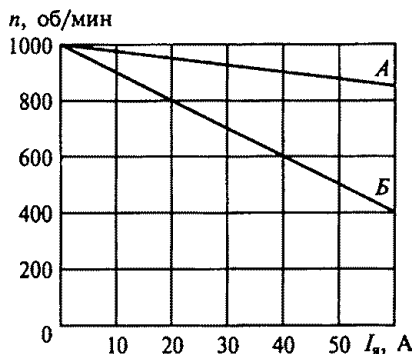

Рис. 250
10.55.Р. При каком добавочном сопротивлении R_d , включенном в цепь якоря, двигатель постоянного тока с параллельным возбуждением будет иметь реостатную характеристику вида B , показанную на рис. 250, если сопротивление обмотки якоря $R_a = 0,2$ Ом, а естественная характеристика имеет вид прямой A ?